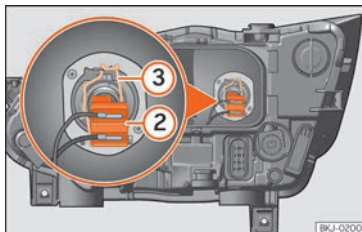

Fig. 55 Nel vano motore: lampadina degli anabbaglianti.
- Estrarre il connettore della lampadina »» fig. 55 ②.
- Sganciare la molla di ritegno »» fig. 55 ③ premendo verso l'interno e a destra.